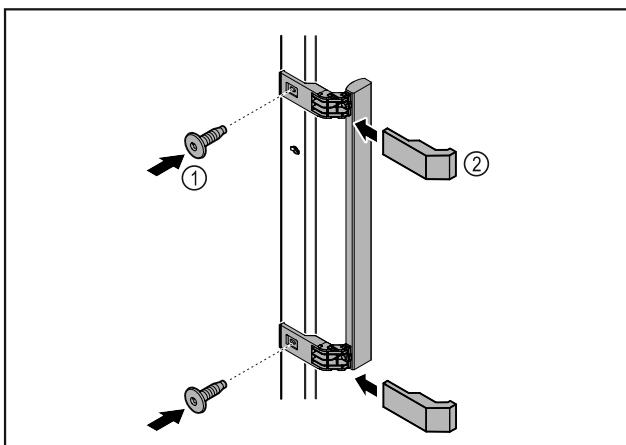

Fig. 9
- Τοποθετήστε τη λαβή από τη συσκευασία με τις βίδες Fig. 9 (1) στην πόρτα.
- Τοποθετήστε το κάλυμμα Fig. 9 (2).